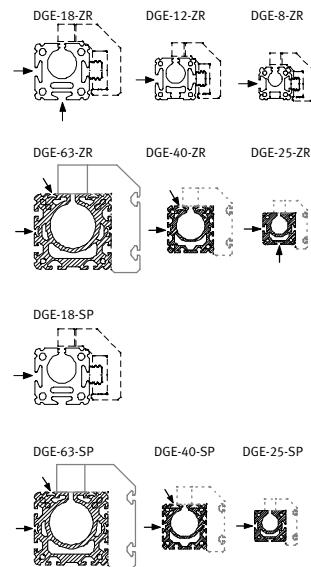

Bild 37
- Verwenden Sie die Nuten nach Bild 37.